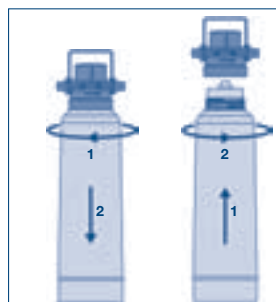

Fig. 12
2. Desaperte o elemento filtrante na cabeça do filtro, rodando-o para a direita (ver fig. 12). Para facilitar a desmontagem dos elementos filtrantes, é possível oscilar a cabeça do filtro no suporte em 90°.
4. Instale um novo elemento filtrante como descrito no capítulo 6.8 (ver fig. 12)